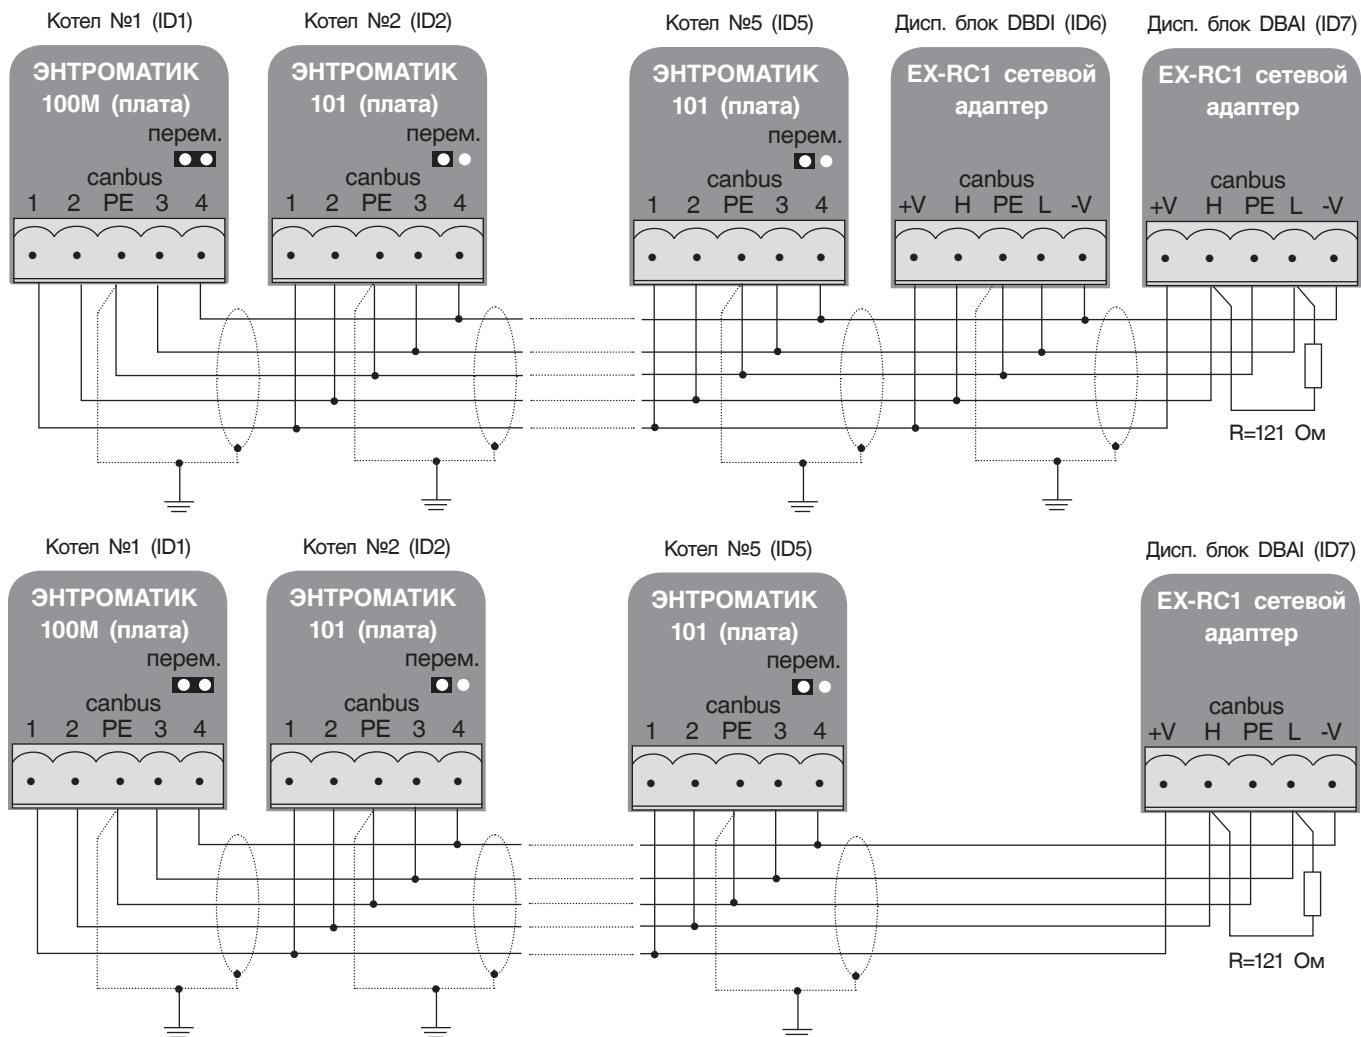

Рис. 44
**Обязательно подключите согласующий резистор как показано на рис. 44. Резистор поставляется в комплекте с сетевым адаптером. Проверьте положение перемычек на СУ ЭНТРОМАТИК 101 они должны быть отключены. Перед подключением линии связи отключите питание.**